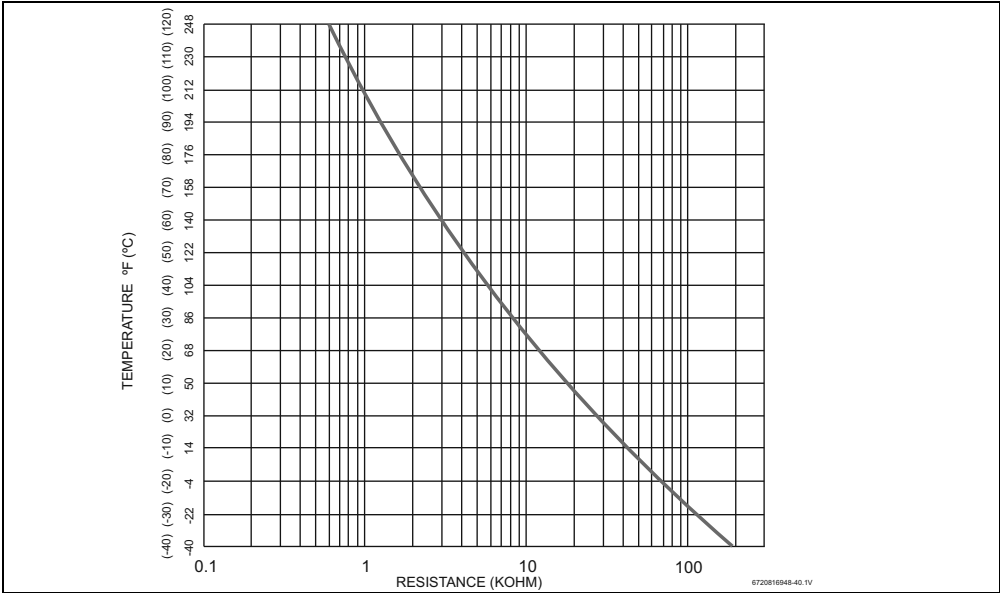

Fig. 63 Caractéristiques du capteur de température de l'eau d'entrée, sortie et de l'échangeur thermique
2) Voir les graphiques de résistance thermique sur les fig. 63 et 64.